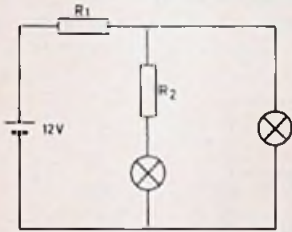

Fig. 1
- Eerst gebruikt men de schakeling van fig. 1. Bereken de waarden van R_1 en R_2 die nodig zijn om de lampjes op hun voorgeschreven spanning te laten branden.
a. Omdat in fig. 1 het rechterlampje de hoogste spanning heeft, is dit het lampje van 6 V. De stroom hierin is $1,2/6 = 0,2$ A. Omdat de stroom in het linkerlampje gelijk is aan $1,2/3 = 0,4$ A, en de spanning hierop gelijk aan 3 V, is $R_2 = (6 - 3)/0,4 = 7,5 \Omega$. De stroom in R_1 is 0,6 A en de spanning hierop is $12 - 6 = 6$ V. Deze weerstand is dus $6/0,6 = 10 \Omega$.
c. In beide schakelingen is het vermogen, dat aan de lampjes ten goede komt, gelijk aan 2,4 W. In fig. 1 levert de accu een stroom van 0,6 A, dus een vermogen van $12 \times 0,6 = 7,2$ W. In dit geval is het rendement $2,4/7,2 = 1/3 = 33\frac{1}{3}\%$.